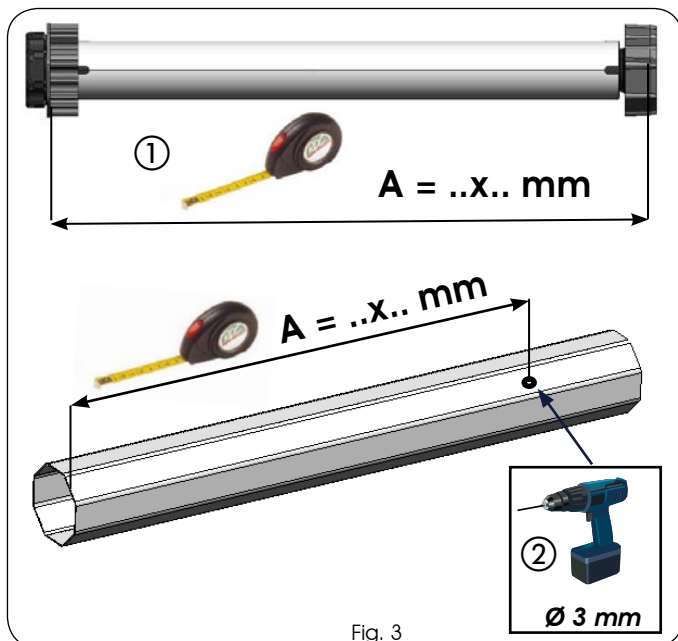

Fig. 3
- 1) Mesurer la cote A sur le moteur tubulaire d'après les indications fournies dans la figure 3 réf. ①.
- 2) Réaliser un trou avec un foret Ø 3mm sur le rouleau (Fig. 3 réf. ②) à la distance A, mesurée précédemment sur le moteur tubulaire (Fig. 3 réf. ①).